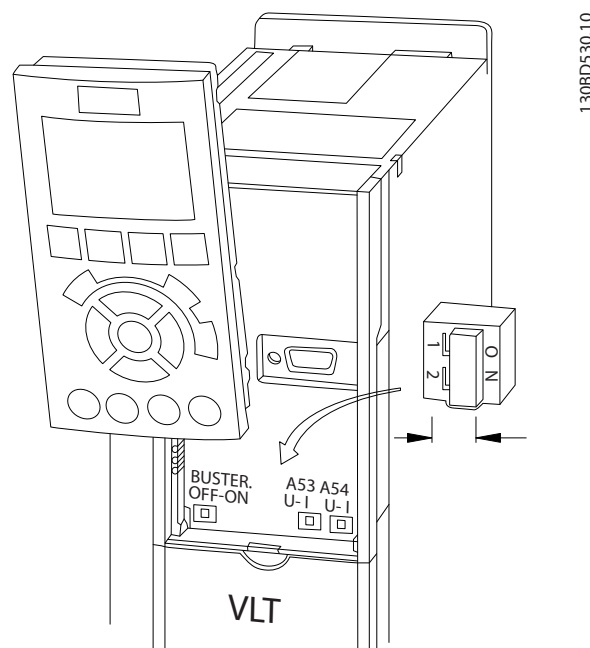

Bild 4.10 Placering av brytarna för plint 53 och 54
1. Ta bort LCP (lokal manöverpanel) (se Bild 4.10).